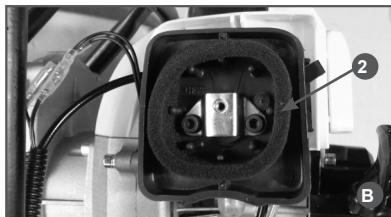

Рис. 11 Обслуживание воздушного фильтра
Загрязнение воздушного фильтра может препятствовать поступлению воздуха для образования топливной смеси. Для предотвращения неисправностей двигателя надо осуществлять регулярное обслуживание воздушного фильтра (Рис. 11). При работе в условиях повышенной запыленности воздушный фильтр необходимо обслуживать чаще.
1. Открутите болт крепления (1) и снимите крышку воздушного фильтра (Рис. 11А).
- Извлеките воздушный фильтр (2) из корпуса (Рис. 11В) и проверьте его на отсутствие повреждений.